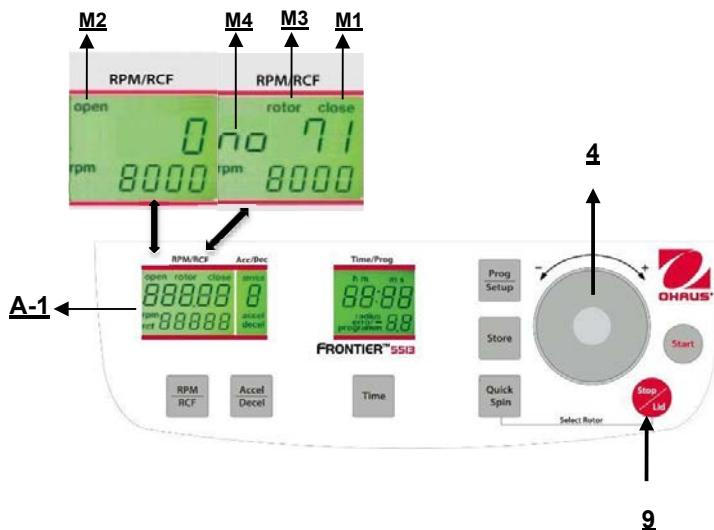

Figura. 12
Antes de la operación, cuando la tapa de la centrífuga está cerrada, aparece la palabra "close" (M1) en la pantalla "RPM/RCF" (A-1). Además, el número de código del rotor preajustado se muestra en la pantalla. Incluso si el rotor no está insertado. Al presionar el botón "Stop/Lid" (9), puede liberar la tapa de la centrífuga. Tan pronto la tapa esté completamente liberada, aparece la palabra "open" (M2). Ahora puede abrir la tapa de la centrífuga. Consulte la Figura 12 a continuación para referencia.
La tapa debe bajarse solo un poco. Un seguro de la tapa cierra la tapa, al mismo tiempo que desaparece la palabra "open" (M2) (vea la Figura 12).